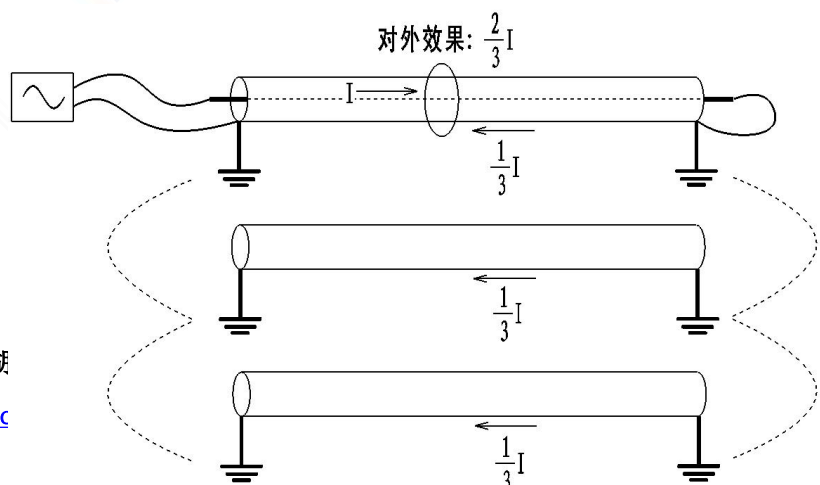

图 3-1-4 并行电缆的分流效果
- 示例①：三条电缆同路径（包括目标电缆），测量结果为：目标电缆电流为 I ，相位在 0° 附近，提示识别正确；两条邻线电流分别为 $I/2$ ，相位在 180° 附近，提示识别错误（可参见图 3-1-4 并行电缆的分流效果）。
- 示例②：两条电缆同路径（包括目标电缆），测量结果为：目标电缆电流为 I ，相位在 0° 附近，提示识别正确；另一条邻线电流也为 I ，相位在 180° 附近，提示识别错误。这种